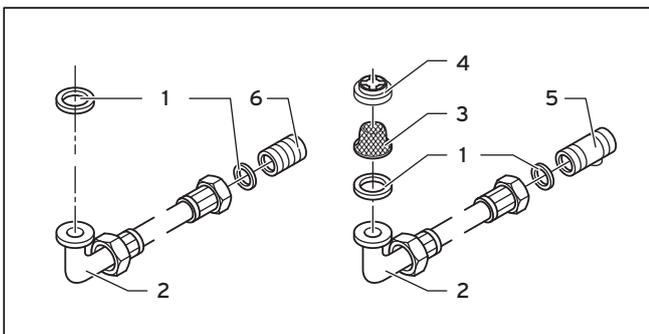

Abb. 5.1 Kalt-/Warmwasseranschluss
- Setzen Sie den Wassermengenbegrenzer (4) und danach den Wasserfilter (3) gemäß Abb. 5.1 in den Kaltwasser-Anschluss des Geräts.